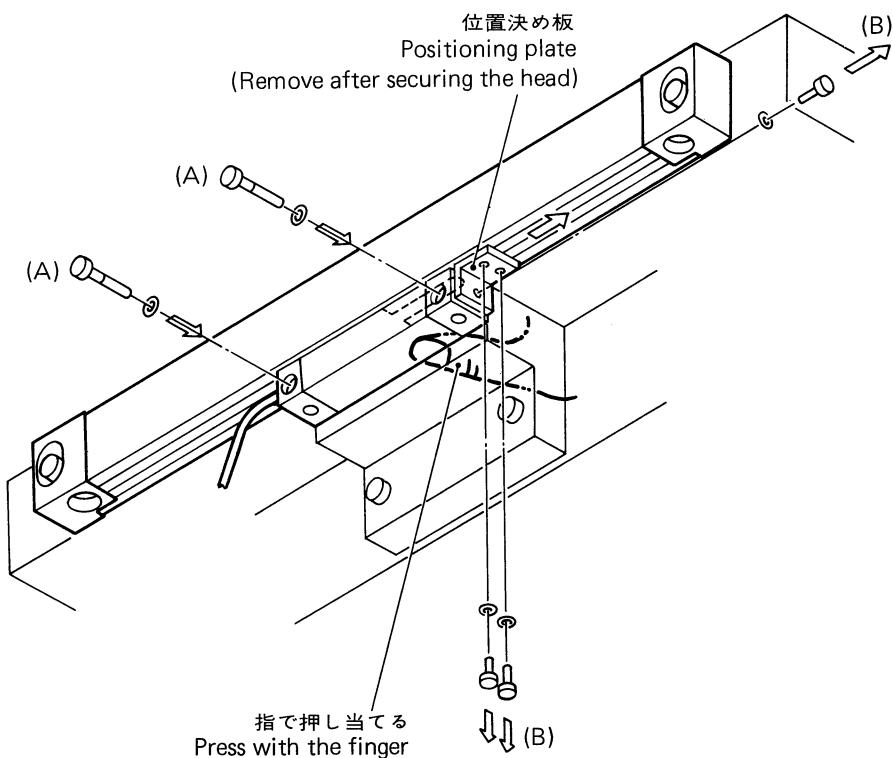
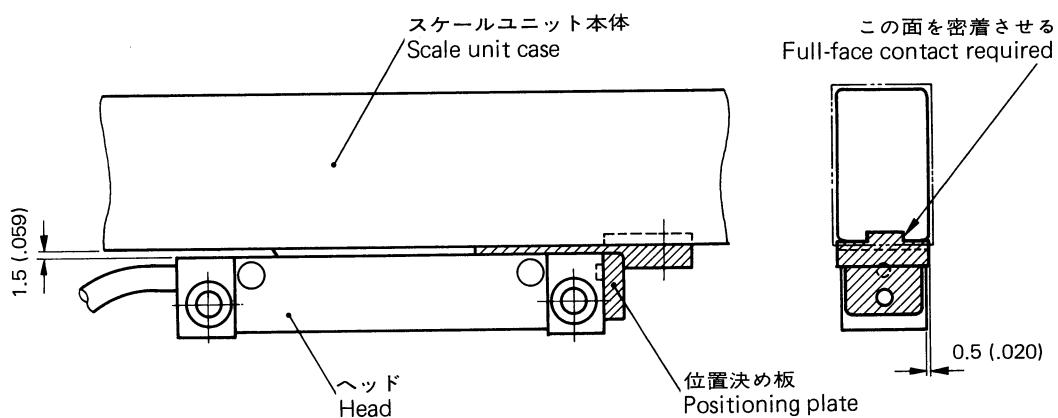

Fig. 19 ヘッドの固定 / Securing the head
Fig. 20 スケールユニット本体とヘッドの位置関係
## 2-6 ヘッドの固定(Fig.19参照)
ヘッドは、Fig.19に示すごとく、位置決め板および六角穴付ボルトB(M3)3本で、スケール枠に対して、最良の位置関係(Fig.20参照)で、固定されています。そこで、ヘッド取付面の位置を決める際は、ヘッドと金具との間に付属品のスペーサ等を挿入し、この位置関係からはずれないようにして下さい。また、位置決め板が片側取付けですので、ヘッド固定ボルトA(M4)を締め上げる際には、ヘッドを指で上面に押し当てて、ヘッドとスケール枠との隙間が均一になるように注意して下さい。
ヘッド固定後位置決め板をFig.19の方向に外して下さい。位置決め板を外さずには絶対に動かさないで下さい。スケールが破損します。
位置決め板がスムースにぬけ又さし込んでもすきがなくしつくり入れる様な取付が出来れば取付完了です。ガタガタだったり入らないようなら再度Fig.20に従い位置決め板をさし込みヘッドの金具の調整を行って下さい。これらの板は再取付等に使用しますので保管願います。
The head is fixed on the scale frame by the positioning plate and three hex-recessed head screws B (M3) so that they may be in the best relative positions with each other (see Figs. 19 and 20). When the position of head mounting is determined, insert the spacer (standard accessory) between the head and fitting so that the best relative positions may be maintained.
After securing the head to the seat with no strain on head, you can remove the positioning plate, by removing the screws (B) and pulling the plate in the direction of the arrows in Fig. 19.